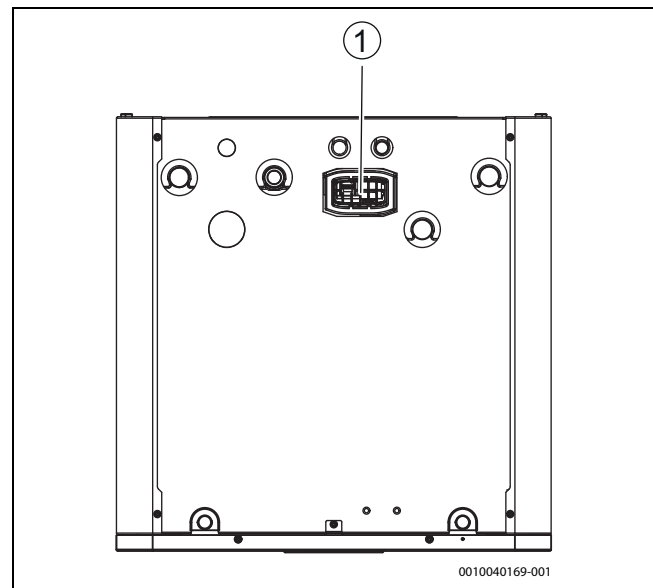

Bild 23 Placera Connect-Key
- Placera modulen i hållaren (→[1], bild 23). En LED blinkar vid korrekt isättning.